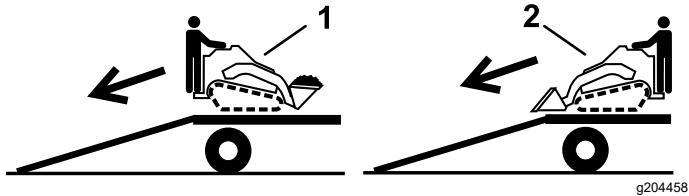

Figure 30
2. Placez toujours l'extrêmeit  la plus lourde de la machine en haut de la rampe, la charge en bas, pour la descendre de la remorque (Figure 30).